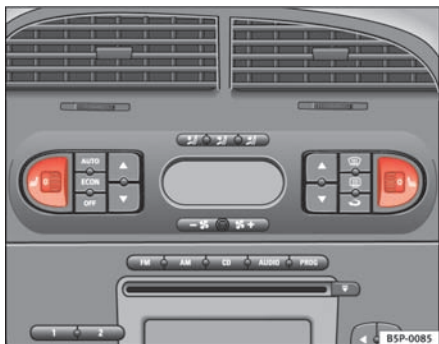

Fig. 94 Indstillingshjul til sædevarme i forsæderne
- Drej på det pågældende indstillingshjul ⇒ fig. 94 for at tilslutte sædevarmen. Sædevarmen er afbrudt, når indstillingshjulet er i position 0.